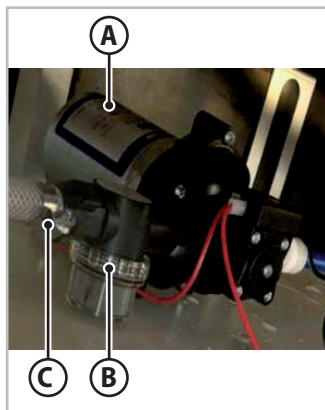

Fig.7.1 - Vandpumpens eksterne filter
3. Tag adgang til vandpumpen (**A** - Fig.7.1) ved at fjerne puderne fra spisesofaen og fjerne låget på drikkevandets tankrum.
4. Skru plastbeslaget (**C** - Fig.7.1), der forbinder filteret med afløbsslangen, af.
5. Skru filterets gennemsigtige dæksel (**B** - Fig.7.1) af, og træk filterhuset ud.